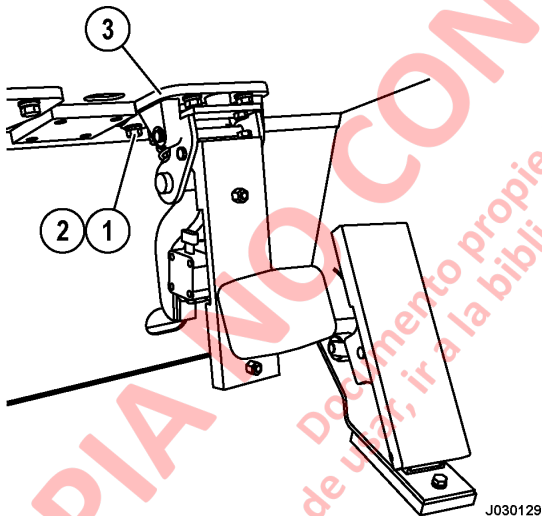

FIGURA 3-2. DESMONTAJE DE LA VÁLVULA DE FRENOS
6. Saque los tornillos (1, Figura 3-2) y las arandelas de seguridad (2) que sujetan el conjunto de la válvula de frenos (3) a la estructura de montaje.
1. Coloque el conjunto de la válvula de frenos (3, Figura 3-2) en su posición dentro de la cabina y fíjelo con los tornillos (1) y las arandelas de seguridad (2). Apriete los tornillos al torque estándar.